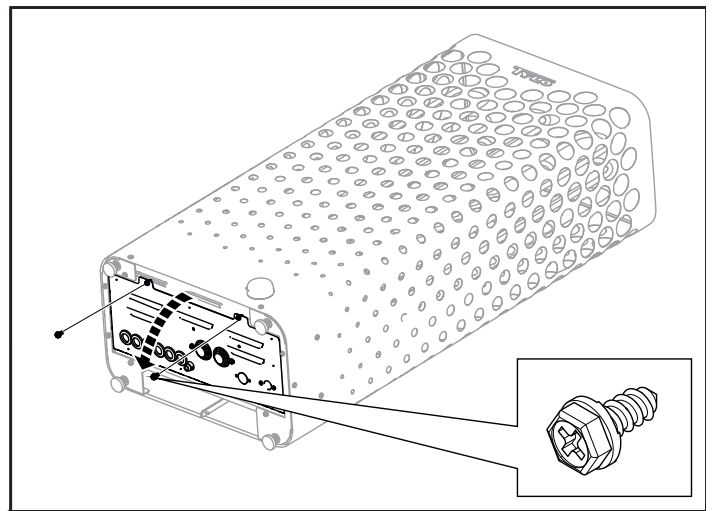

Figure 7 : Ouverture et fermeture du capot
2. Dévissez les vis et ouvrez le capot (voir figure 7).
7. Refermez le capot et revissez les vis (voir figure 7, page 21).